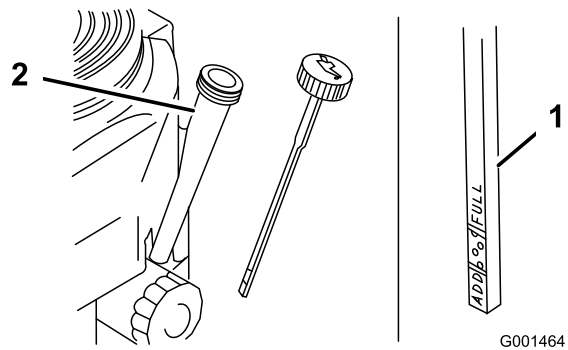

Bild 26
5. Schrauben Sie den Ölpeilstab heraus und wischen Sie das Metallende ab (Bild 26).
6. Schieben Sie den Ölpeilstab vollständig in den Einfüllstutzen (nicht in den Einfüllstutzen einschrauben) (Bild 26).
4. Reinigen Sie den Bereich um den Ölpeilstab (Bild 26), damit kein Schmutz in den Einfüllstutzen gelangen und den Motor beschädigen kann.
8. Gießen Sie ca. 80 % der angegebenen Ölmenge langsam in den Einfüllstutzen (Bild 26).